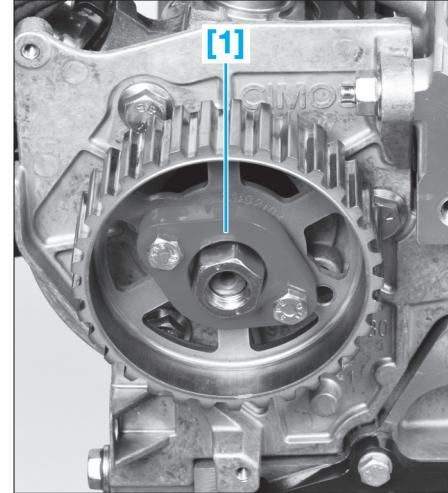

FIG. 51
- le support (3),
- l'échangeur eau/EGR (4),
- les supports (5) et (6),
- la canalisation haute pression (7) entre la rampe et la pompe et obturer les orifices.
- le régulateur de débit (8),
- Mettre en place l'extracteur [1] de la roue dentée de la pompe haute pression (Fig.51).
- Extracteur [1] (Fig.51).